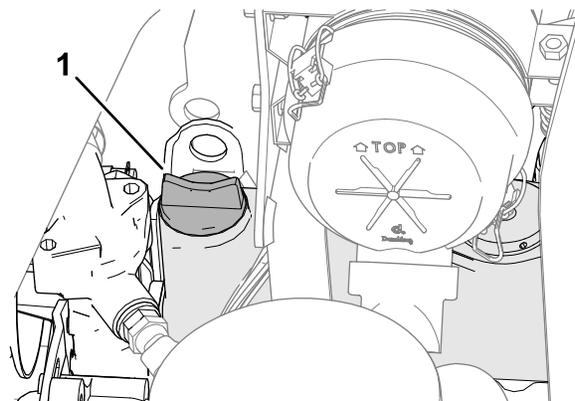

図 72
5. オイルの量が不足している場合は、補給口のキャップ **図 72** を取り、ディップスティックで油量を確認しながら少しずつ、FULL マークまで補給する。